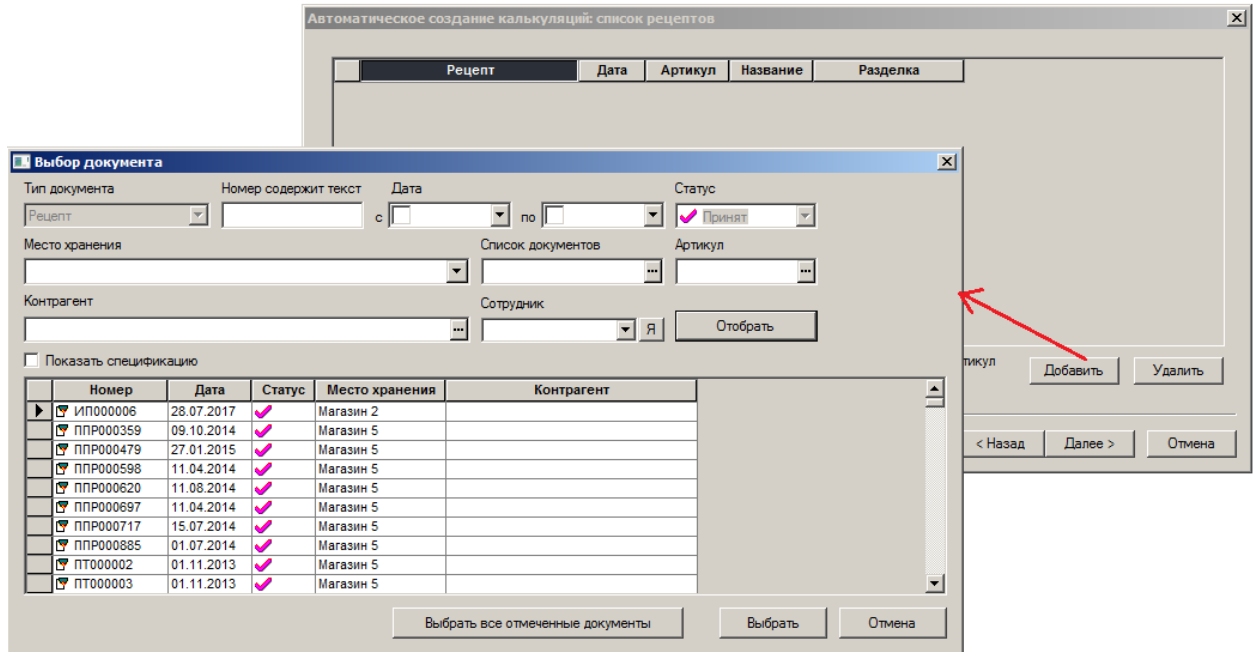

Рисунок 35 – Автоматическое создание документа «Калькуляции» (2)
3. Выбрать рецепты и нажать кнопку **Далее** (Рисунок 35):